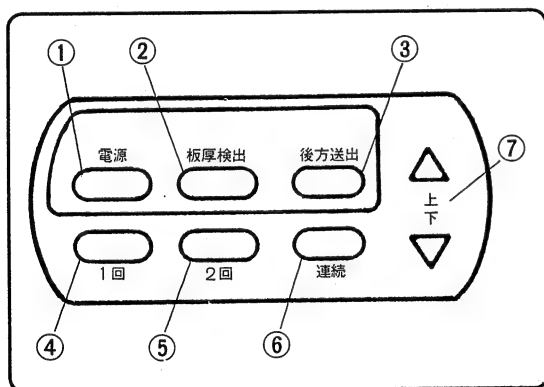
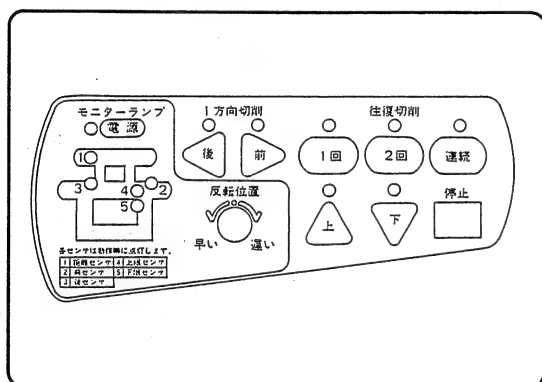
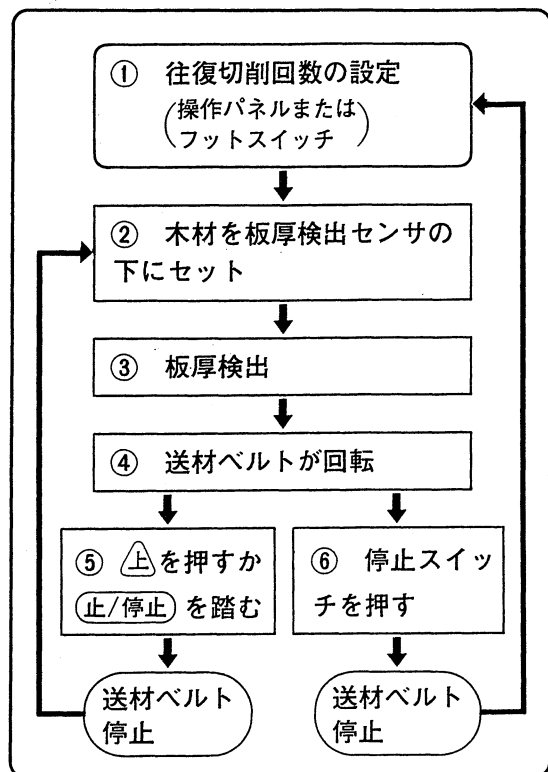
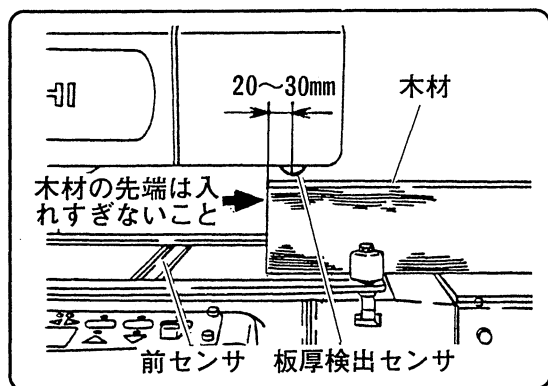

図 7
図 11
図 12
図 13
電源プラグを電源にさし込み、電源スイッチ（図1参照）を入れると、操作パネルのランプが下に示すように点灯します。（図11参照）
板厚検出スタート装置は、以下①～⑥のように働きます。図12を参考に確認してください。
① 操作パネルの一方方向切削の **後**、**1回**、**2回**、**連続** または、フットスイッチの回数設定スイッチを押し、切削回数を設定します。
② 木材を板厚検出センサの下にセットします。(図13参照)
③ ヘッドを下降させて木材の板厚検出をします。(17ページ「(4) 板厚検出機構の確認」の項参照)
④ 木材の板厚検出が完了すると送材ベルトは自動的に回転します。
⑤ 操作パネルの **上** を押すか、フットスイッチの **上/停止** を踏むと、送材ベルトは停止します。このとき、操作パネルの切削回数表示ランプ (図11参照)、および、表示パネルの回数表示ランプ (図7参照) は消えません。この状態で木材の板厚検出をすると送材ベルトは再度、自動的に回転し、板厚検出スタートができます。
⑥ 操作パネルの停止スイッチを押すと送材ベルトは停止します。同時に切削回数の表示ランプが消えます。このときは、再度①往復切削回数の設定から始めます。
木材の先端を図13のように板厚検出センサより20～30mm (目安) 入れ、操作パネルの **下** を押すか、またはフットスイッチの **下** を踏み、ヘッドを下降させます。
(図13参照)
③ 木材の板厚検出をします。(図13参照)
④ 木材の板厚検出が終わると、送材ベルトは自動的に回転します。
⑤ 木材を押し、送材させます。
⑥ 木材は自動反転して切削され戻ります。